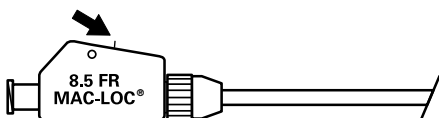

Fig. 3
- c. Couper la longueur excédentaire du fil de tension. (**Fig. 3**)